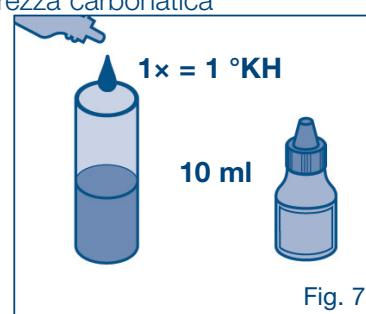

Fig. 7
1. La durezza carbonatica potrebbe essere richiesta al fornitore di acqua oppure rilevata tramite una veloce verifica (test delle goccioline, Fig. 7). In base alla durezza carbonatica e all'utilizzo, può essere scelta la regolazione bypass e rilevata la capacità filtrante tipica dalla tabella 1-2 nel capitolo 10.